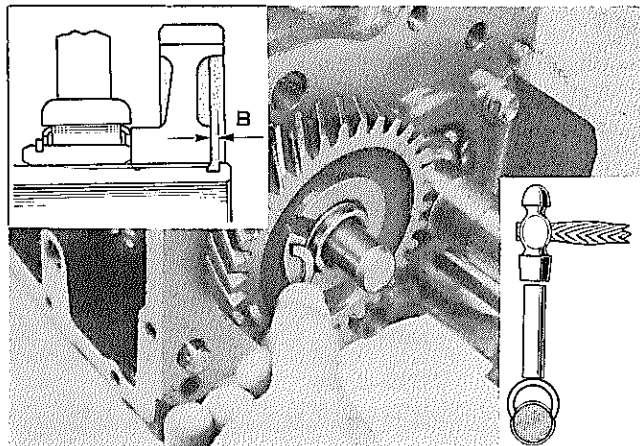

図7-73 スナップ リング組み付け
(2) スナップ リングを選択し 組み付ける。(N40のみ)
- 1 選択要領は図7-73 B寸法部に組み付け可能なもので厚き最大のものを組み付ける。
- 2 スナップ リングは 図7-73 のように組み付ける。